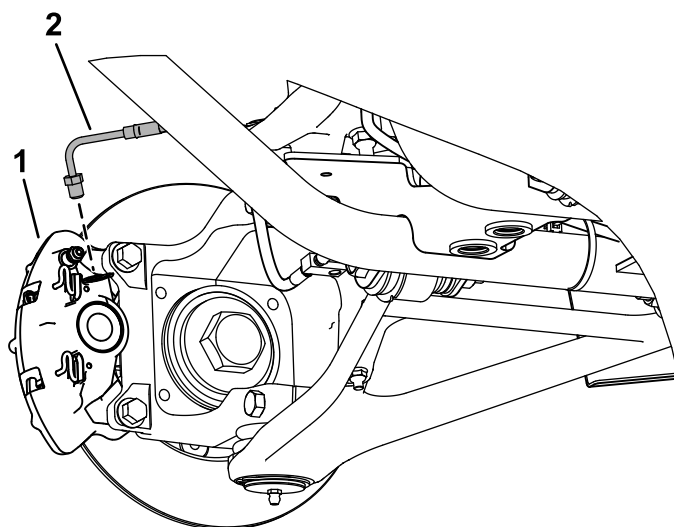

Bild 3
3. Entfernen Sie die vordere und hintere Bremsleitung von der Bremsbacke (Bild 3).